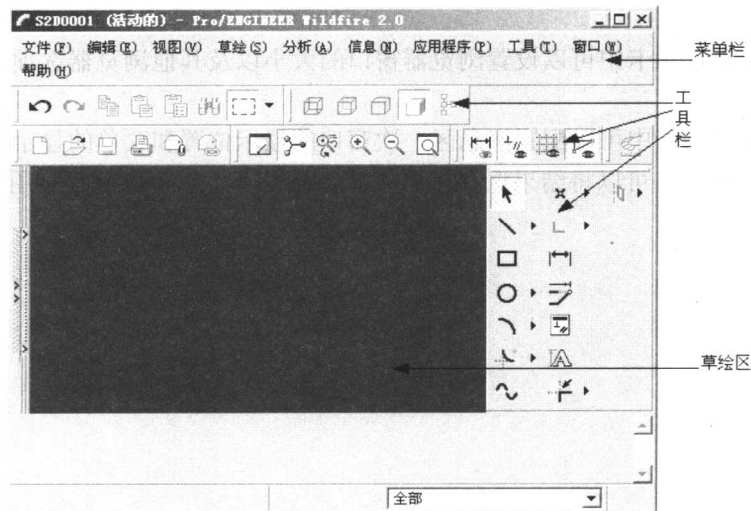

图 2.1 二维草绘界面
- 由【草绘】进入剖面绘制的模式：选择【文件】|【新建】命令，或在上工具栏中单击  按钮打开【新建】对话框，在【类型】选项组中选中【草绘】单选按钮，然后在【名称】文本框中输入文件名，单击【确定】按钮后即可打开如图 2.1 所示的二维草绘界面。本章将重点讨论用这种模式进行剖面的绘制。